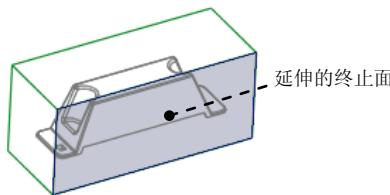

图 12.41 选取延伸的终止面
② 在系统 **选择曲面延伸所至的平面** 的提示下, 选取图 12.41 所示的坯料的表面为延伸的终止面。